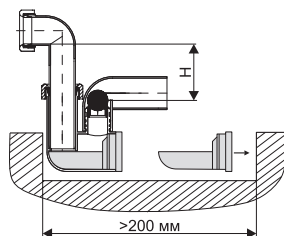

Рисунок 26
В корпусе секций диагонально установлен пластинчатый теплообменник (1), представляющий собой сложную конструкцию из тонкостенных перегородок между которыми проходят не перемешиваясь, потоки воздуха. Для отвода влаги конденсирующейся в процессе теплообмена, установлен каплеуловитель (4) и поддоны сбора воды (8) со сливными патрубками (7). При большой разнице температур используемого воздуха в конструкции предусмотрены основная (3) и байпасная (2) заслонки. Для контроля и предотвращения обмерзания рекуператора необходимо установить датчик перепада давления между полостями А и Б и сервопривод заслонок (5). При подаче сигнала от датчика дифференциального давления (6) об обмерзании рекуператора срабатывает сервопривод, устанавливаемый на ось заслонок и одновременно прикрывает основную (3) и открывает байпасную (2) заслонки, что приводит к перенаправлению холодного входящего воздуха в обход рекуператора. Теплый отработанный воздух должен прогреть рекуператор, давление в полостях А и Б выравнивается и датчик подает обратную команду. Датчик дифференциального давления поставляется в комплекте с щитом управления. Для вывода конденсата из поддонов используется шаровой сифон на всасывании (рис.26).